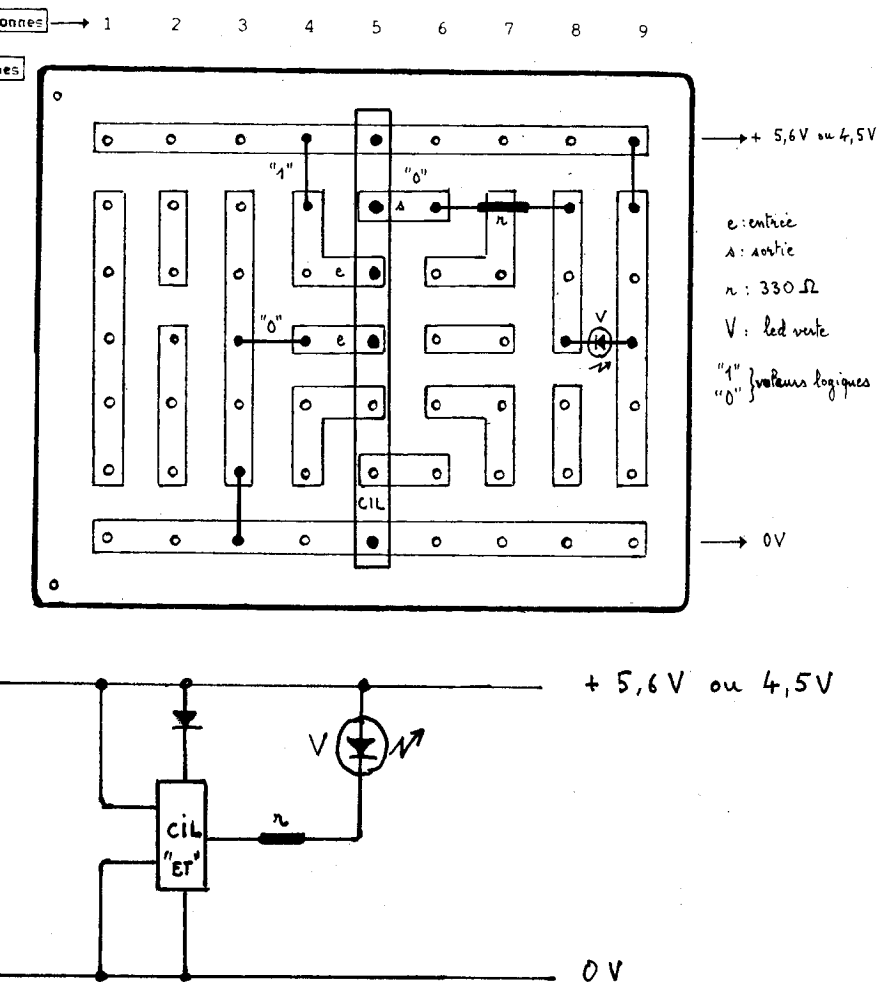

Fig. 3
d) Pour pallier cet inconvénient, les élèves utiliseront plutôt que des straps 3 cordons souples avec fiche banane de $\varnothing\ 4\text{ mm}$ (fig. 3 bis) :
Fig. 3 bis
Le montage du 1^{er} (fig. 3) était limité en sortie par des intensités limitées à 10 mA ; grâce au transistor (au programme de la 5^e ou de la 3^e) on peut amplifier le courant de sortie et obtenir au collecteur les 80 à 100 mA suffisants pour une ampoule.